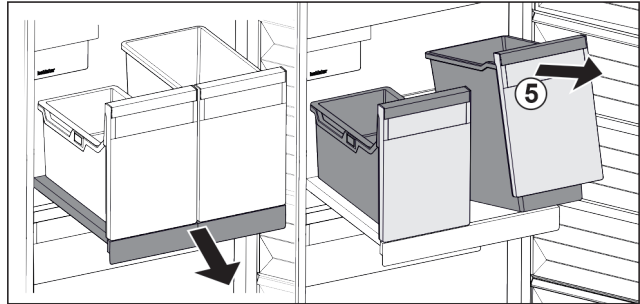

Fig. 33
- ▶ Підняти резервуар Fig. 33 (5) спереду.